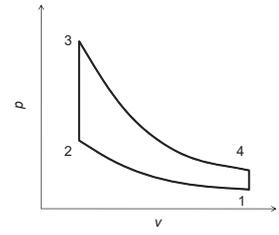

図1 P - V 線図
問題1 オットーサイクルの P - V 線図を図1に示す。図中の1~4の数字はいずれも作動流体であるガスの熱力学的状態点を示し、容積 V_1 , 圧力 P_1 の様に添え字を用いて表す。1から2, および3から4への状態変化は断熱過程, 一方2から3および4から1への状態変化は定積過程であるものとする。シリンダ内の作動流体の質量を m , ガス定数を R , 比熱比を κ , 圧縮比 $\epsilon (= V_1/V_2)$ として以下の問いに答えよ。
(6) エントロピーを S とするとき, このオットーサイクルの T - S 線図を回答欄に描け。ただし, 図1の PV 線図と対応する状態点を表す数字を記入すること。